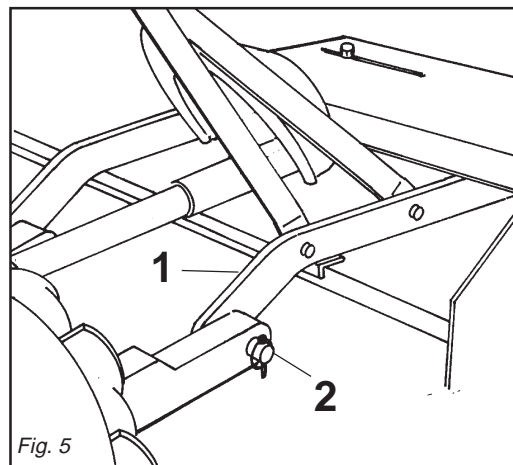

Fig. 5
- 1 - Accostare le parallele del sollevatore all'attacco barre (1 Fig. 5) e inserire le estremità sul perno (2 Fig. 5). Bloccare poi con le copiglie a scatto.
- 1- Position the lifting unit parallels near the bar attachment (1 Fig. 5) and insert the ends into the pin (2 Fig. 5). The lock into place using the clip-type split pins.
- 1- Die Parallelen des Hebers der Stangenkupplung nähern (1 Abb. 5) und die Enden in den Zapfen einsetzen (2 Abb. 5). Dann mit den Einrastsplinten sperren.
- 1- Approcher les parallèles du relevateur au raccord des barres (1 Fig. 5) et placer les extrémités sur le goujon (2 Fig. 5). Bloquer ensuite avec les goupilles à encliquetage.
- 1- Acerque las paralelas del elevador a la unión de las barras (1 Fig. 5) e introduzca el extremop en el perno (2 Fig. 5) y bloquéelo con los pasadores.